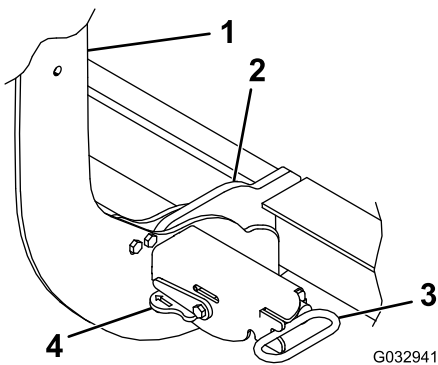

Bild 29
4. Stellen Sie die Hebel der Federstifte in die SPERR-Stellung (Bild 29).
7. Stellen Sie sicher, dass beide Kupplungsfederstifte ganz in der Kupplungssäule eingerastet sind (Bild 29).